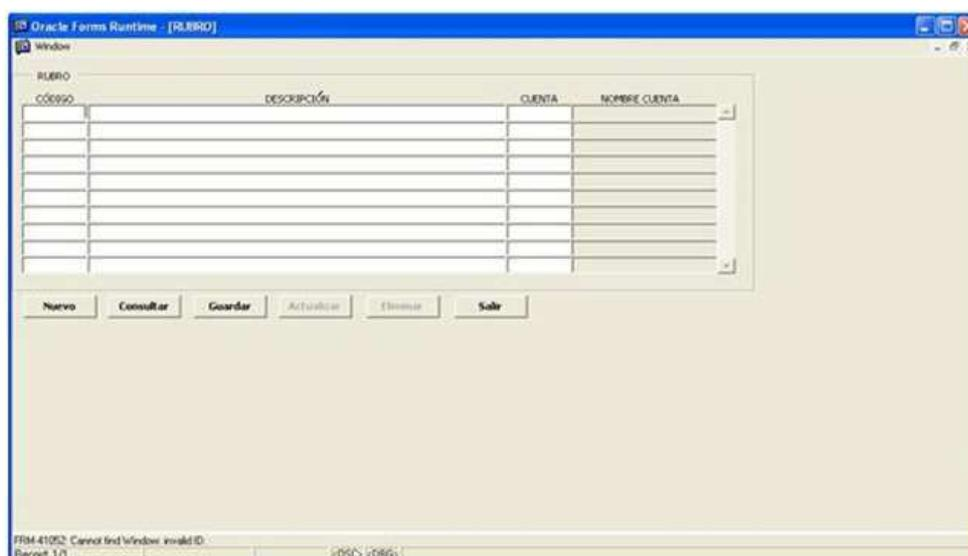

Figura 2-9. Pantalla Mantenimiento Rubro
2. Dé clic en la opción <Rubro> y le aparecerá la siguiente pantalla: (Véase figura 2.9).